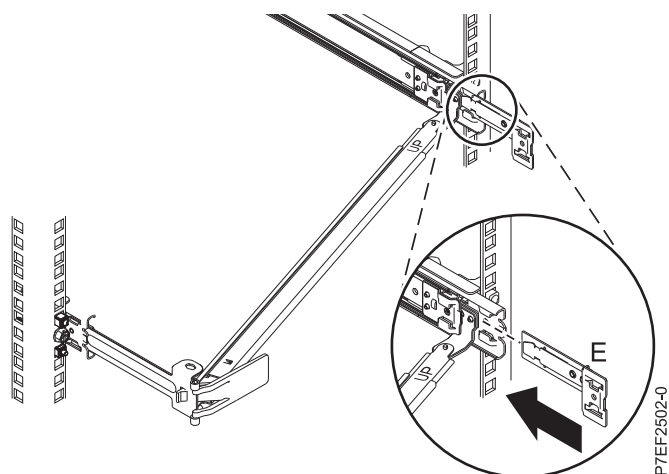

図 13. 拡張ブラケットをスライド・レールに取り付ける
5. バネ仕掛けのピンが所定の位置に収まるまで拡張ブラケット (E) を右スライド・レールに滑り込ませます。詳しくは、図 13を参照してください。